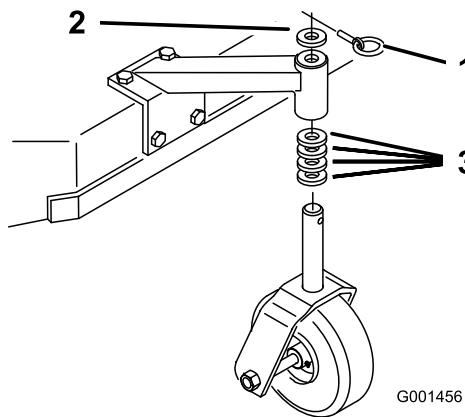

Figure 17
- En vous reportant au Tableau de hauteur de coupe, ajustez les entretoises des roues pivotantes en fonction du trou de réglage de l'essieu sélectionné (Figure 17).
- Retirez la goupille de verrouillage, sortez la roue pivotante de son support et changez les entretoises (Figure 17).
- Mettez la roue pivotante en place dans le support et insérez la goupille de verrouillage (Figure 17).